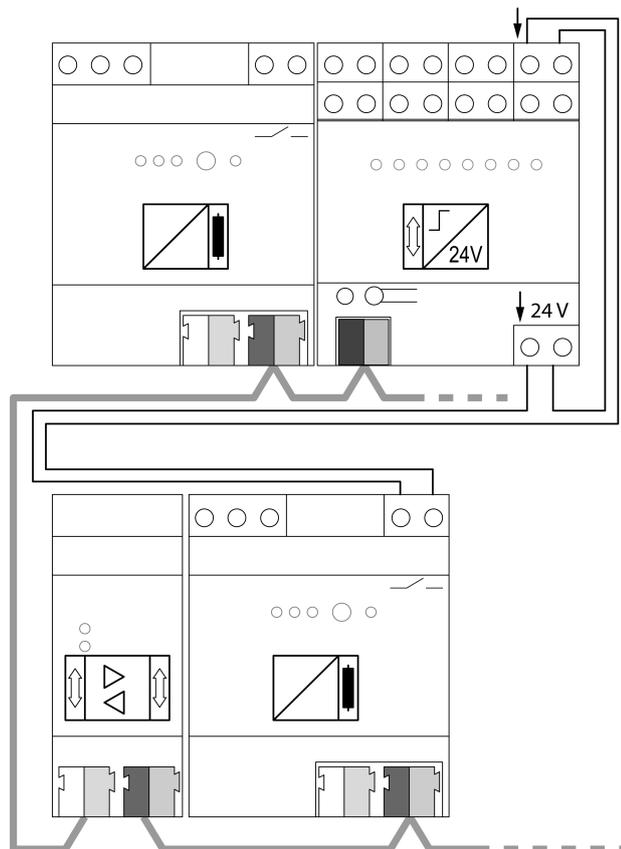

Bild 6: Anwendungsbeispiel – KNX-Binäreingang auf Hauptlinie zum Erfassen und zentralen Melden von Diagnosemeldungen
- KNX-Binäreingang entsprechend Anschlussbeispiel (Bild 6) anschließen.